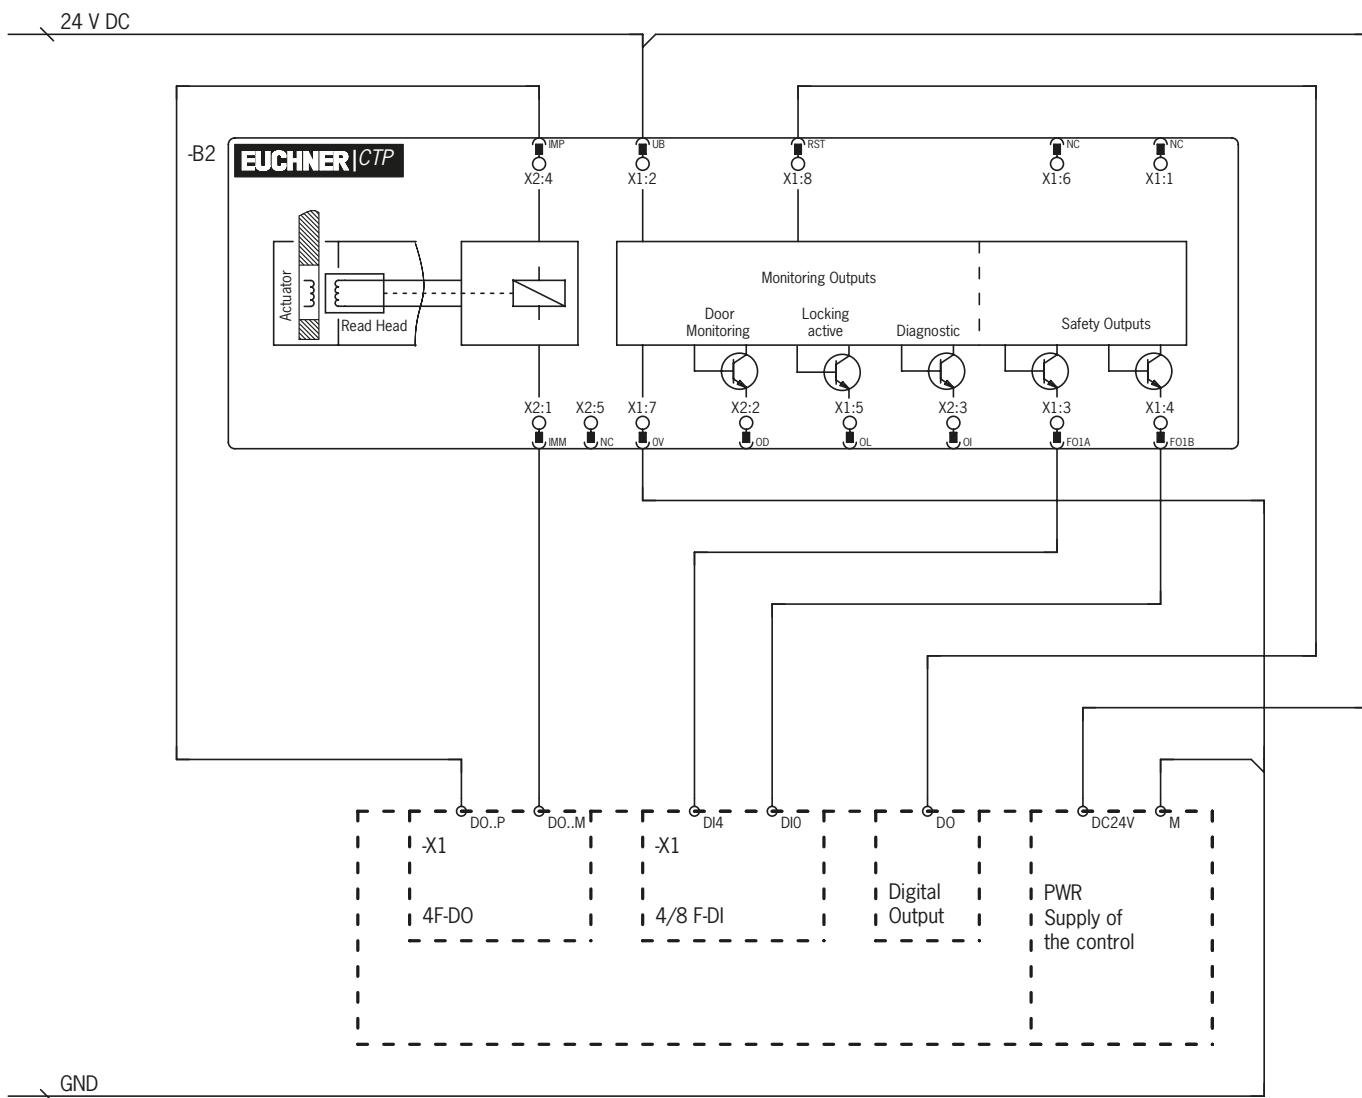

図 4: ET200 に対する接続に関する接続例
- › 制御システムの安全出力をを使ったソレノイドバルブのデュアルチャンネル制御の場合、以下のポイントを順守してください (図 4 (P17) 参照):